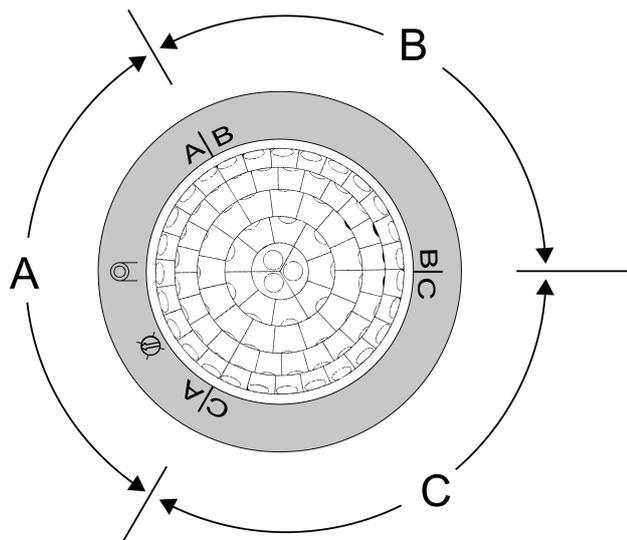

Bild 6: Anordnung der Bereiche A, B und C
- Anschlusskasten (1) so ausrichten, dass die Bereiche A, B und C zu den baulichen Gegebenheiten passen. Die Anordnung ist unter dem Zierring ersichtlich (Bild 6).